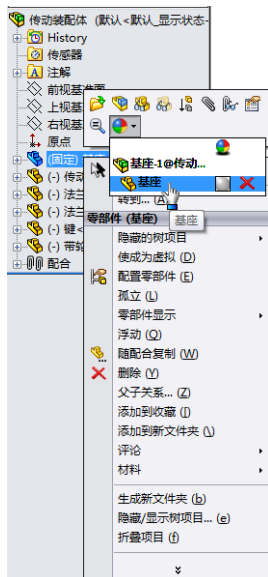

图 5-39 设置透明度快捷菜单
1. 执行命令。右键单击“FeatureManager 设计树”中的文件名称“基座<1>”，或者右键单击视图中的基座 1，系统弹出如图 5-39 所示的快捷菜单，在“零部件（基座）”一栏中选择“外观”选项。